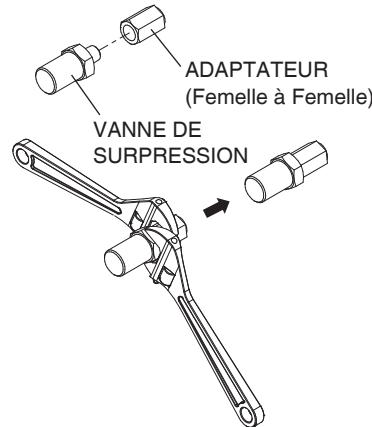

Figure 1
- Installez la vanne de surpression (0151V00000) sur l'adaptateur (0151V00003) (côté femelle 1/4 NPTF). Utilisez un mastic résistant à la chaleur (alimentation locale) pour assurer une bonne étanchéité. (Figure 1)